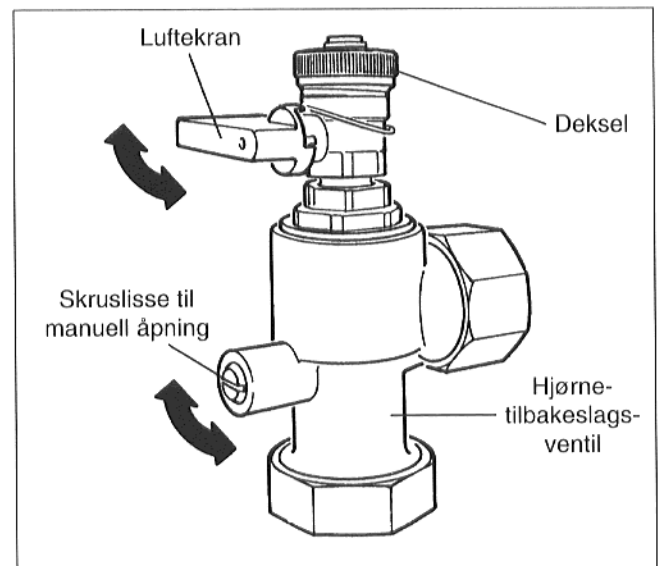

Fig. 10
- Skruslissen på stillskruen til tilbakeslagsventilen settes i loddrett stilling (manuell åpnet) (fig. 10).
- Dekselet til lufteventilen skrus av og vibryteren til lufteventilen settes i loddrett stilling (åpne) (fig. 10).